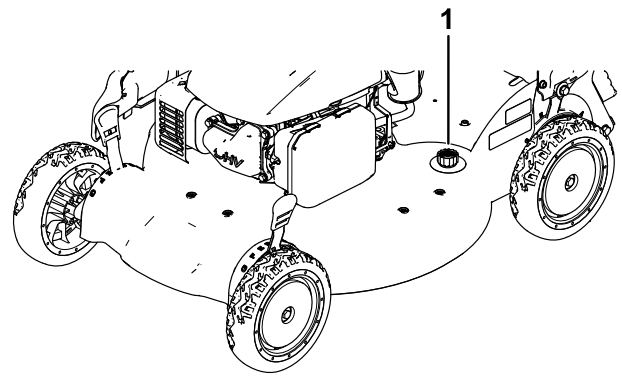

Figura 37
5. Conecte una manguera de jardín que esté conectada a un grifo al orificio de lavado (Figura 37).